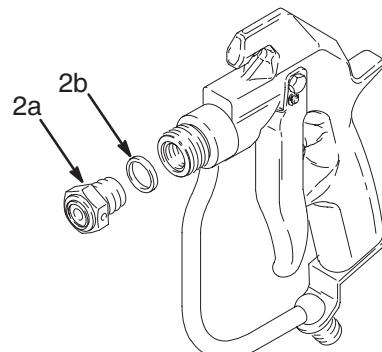

Рис. 7
- Выкрутите седло клапана (2а). Выньте прокладку (2б). См. Рис. 7.